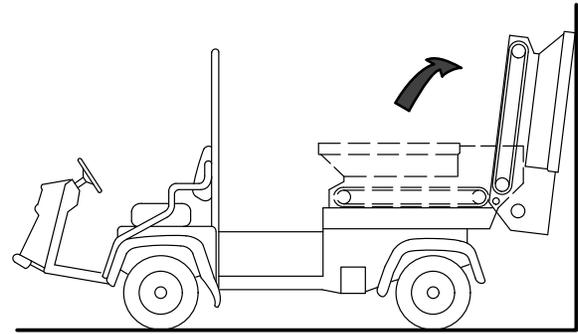

**Figure 32**
4. De chaque côté de la machine, retirez les (2) vis à tête, rondelles et écrous qui fixent la trémie au plateau coulissant (Figure 32).